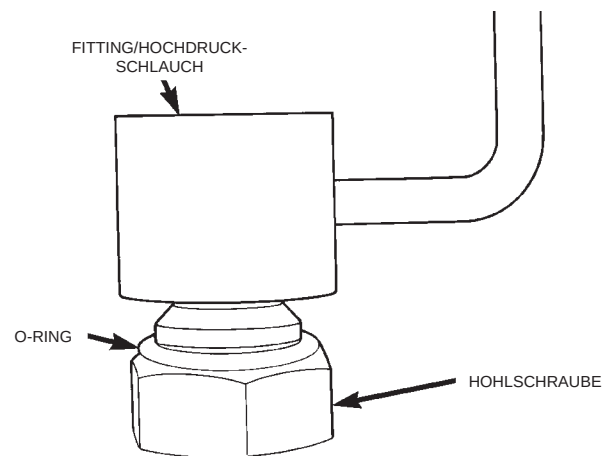

**Abb. 15 O-Ring in Hohlsschraube montiert**
(4) Einen neuen O-Ring (Abb. 15) in die Hohlsschraube einsetzen.
(5) Die O-Ringe mit frischem, sauberem Servoöl einstreichen.
(6) Hohlsschraube am Fitting des Hochdruckschlauchs montieren (Abb. 15)